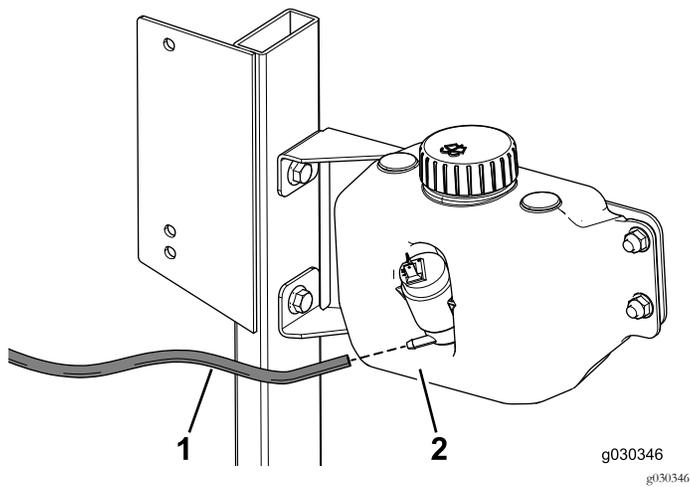

Figura 36
1. Conecte un extremo de la manguera del lavaparabrisas al depósito del lavaparabrisas (Figura 36).